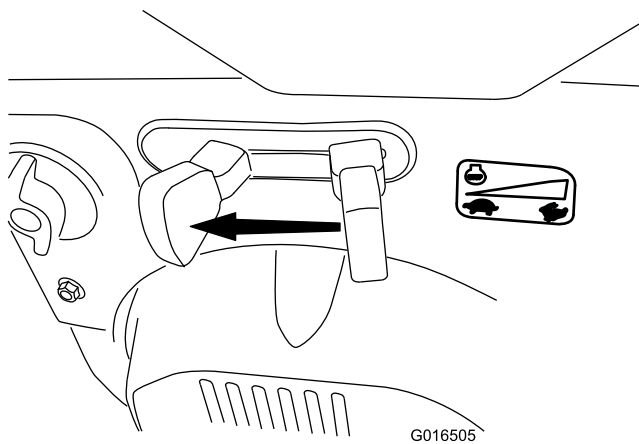

Рисунок 30
- Для останова двигателя переведите рычаг дроссельной заслонки в положение МЕДЛЕННО, а затем в положение ОСТАНОВ (Рисунок 30). Двигатель также можно остановить, переместив ключ зажигания наружу, в среднее положение.